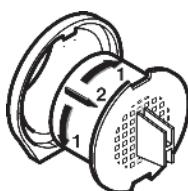

Fig. 23
- Tourner le filtre à charbon actif de 90° vers la droite ou vers la gauche *Fig. 23 (1)*.
- Retirer *Fig. 23 (2)* le filtre à charbon actif.
- Tourner le nouveau filtre à charbon actif de 90° vers la droite ou vers la gauche *Fig. 23 (1)*, jusqu'à ce qu'il encliquette.